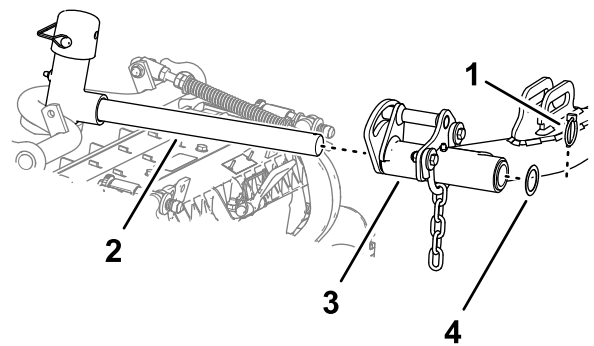

Figure 19
- Glissez une unité de coupe sous le bras de levage (Figure 19).